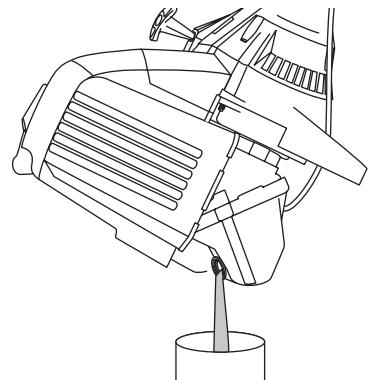

Fig. 25
- Vierta el aceite fuera del orificio de llenado de aceite en un recipiente inclinando la unidad hasta una posición vertical (Fig. 25). Deje suficiente tiempo como para completar el drenaje.
- cantidad de aceite y vuelva a medir (Fig. 25). No lo llene demasiado.